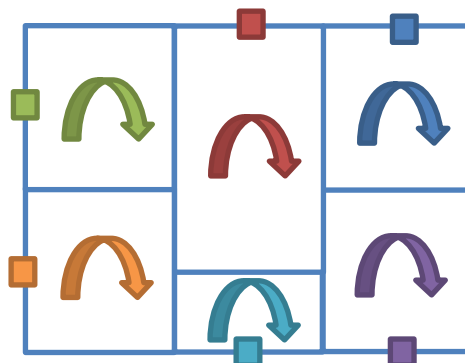
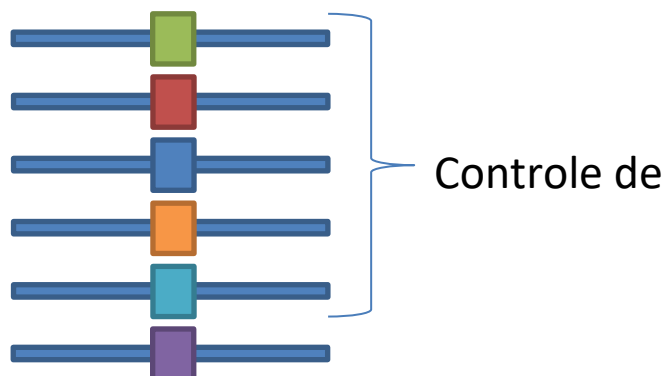

Figura 1 - Malha ferrovi ria
Figura 3 - Controle de velocidade
O trabalho consiste no desenvolvimento de uma malha ferrovi ria que comporta 6 trens, conforme Figura 1 abaixo.
- 5) Ter a tela principal do executável como a composição da *Figura 1* e *Figura 3*;